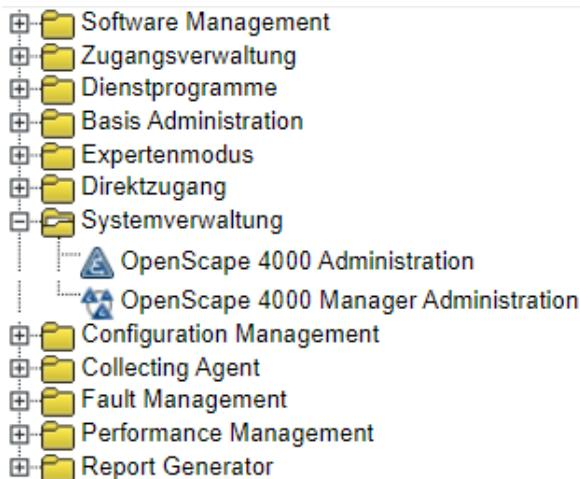

Figure 51: OpenScape/HiPath 4000-Anlage in der Systemverwaltung einrichten
- 3) Öffnen Sie im Fenster OpenScape 4000 Administration das Menü Objekt und wählen Sie die Option Neu (siehe Bild 51).